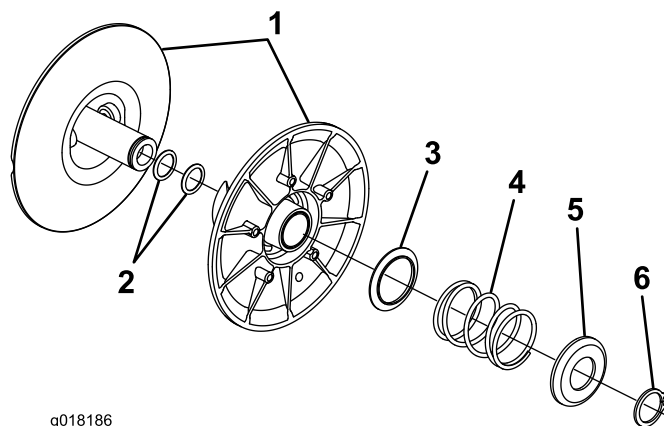

Figura 9
6. Invertite la frizione (Figura 9).
7. Utilizzando l'attrezzo per la compressione della molla (TOR-6027), comprimate il fermo della molla esterno e la molla verso l'interno, alleviando la pressione sull'anello di ritenuta (Figura 9).
9. Separate le due metà della frizione (Figura 9).
10. Collocate uno spessore sull'albero della frizione (Figura 9).